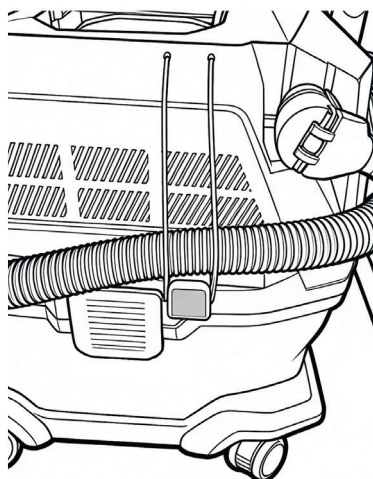

Рис. 19
- Отсоедините шланг и смотайте его, закрепив на выдвигаемых подставках с помощью эластичного жгута (рис. 19).